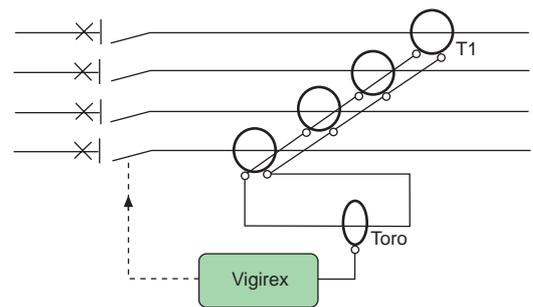

Fig. 5.42.
■ 1.º montaje: se instalan TI en cada salida y se interconectan entre sí en paralelo, respetando la polaridad (ver fig. 5.42). La suma, hecha de esta forma, representa la imagen de la suma de las corrientes primarias.